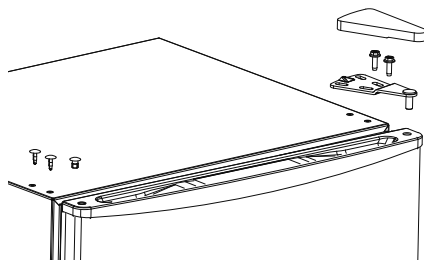

Abb. 3
- ▶ Lösen Sie die beiden Schrauben am oberen Scharnier (1) mit einem Kreuzschraubendreher (siehe **Abb. 3**) und entfernen Sie das Scharnier.
- ▶ Legen Sie die Unterlegscheiben des oberen Scharniers sicher zur Seite. Sie werden benötigt, um die Gefrierraumtür (2) wieder zu installieren.
- ▶ Entfernen Sie die Abdeckung der Schraubenlöcher auf der linken Seite zum Beispiel mit Hilfe eines Schlitzschraubendrehers (siehe **Abb. 3**).
- ▶ Entfernen Sie den Blindstopfen für den Scharnierzapfen von der linken Seite der Gefrierraumtür (2) und setzen Sie ihn in das Loch auf der rechten Seite ein (siehe **Abb. 3**).
- ▶ Heben Sie Gefrierraumtür (2) aus dem unteren Scharnier und legen Sie sie sicher zur Seite.